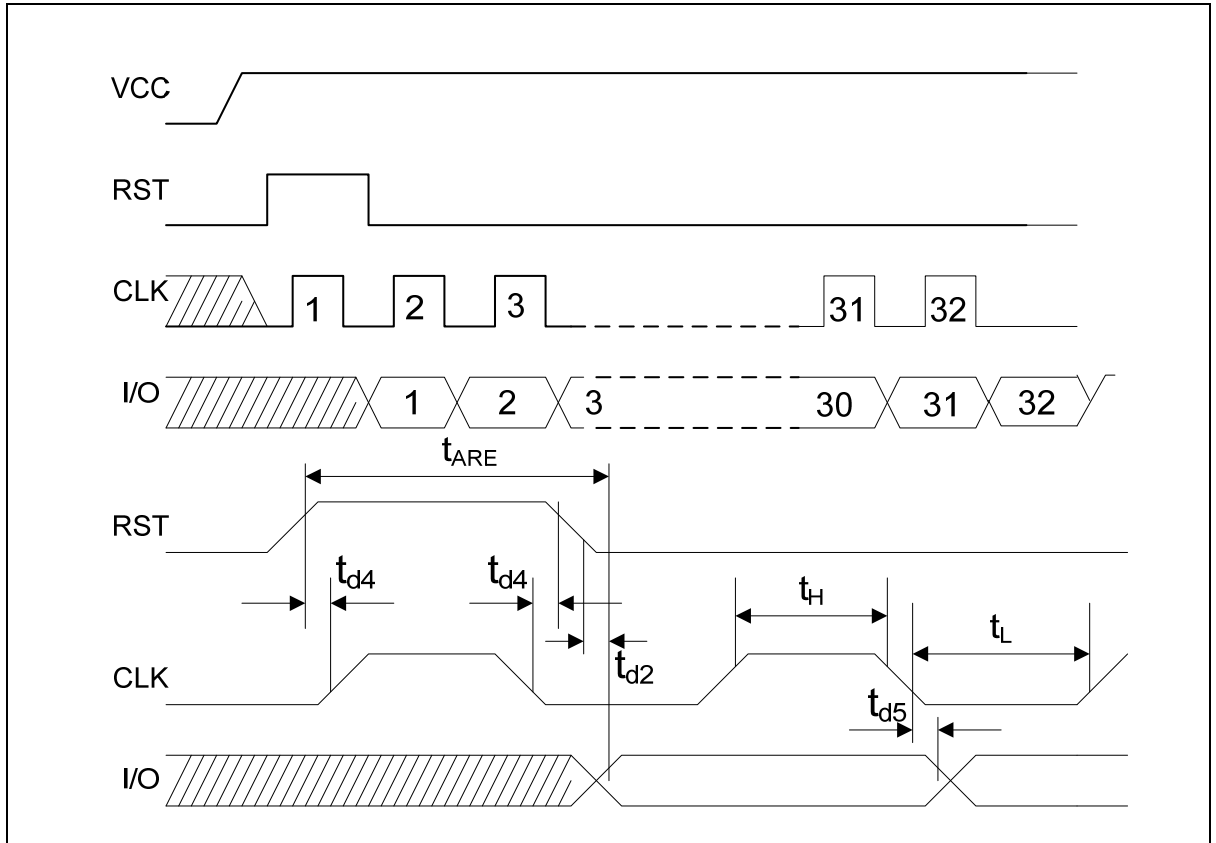

图 2-3 FM4428 复位和复位应答
复位应答遵循 ISO7816-3 同步传送方式。复位应答自动设置地址计数器为“0”并且送第一个数据位到 I/O 口，随着时钟信号的输入，相继地址的数据可被串行读出（见图 2-3）。
3.4 交流电学特性（见时序图 2-3, 2-5）